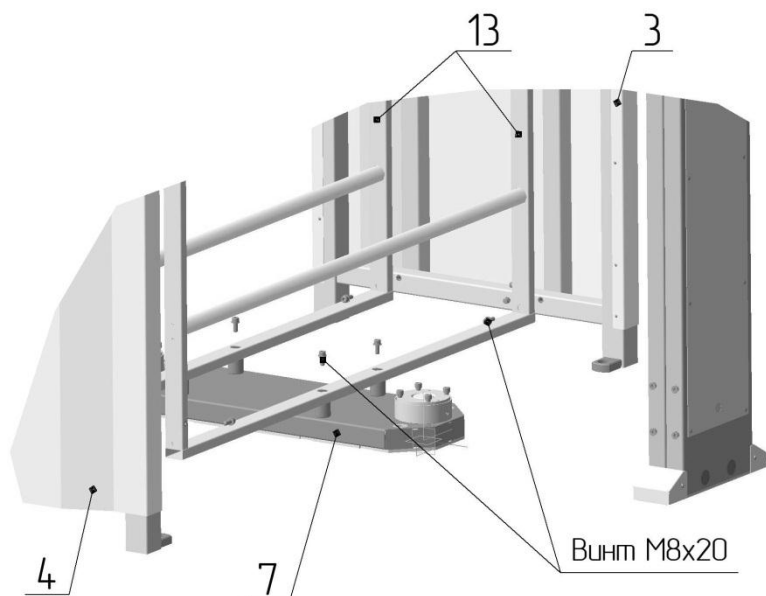

Рис.3
- к вертикальным стойкам лицевых панелей с внутренней стороны установите нижние стяжки **13** и закрепите винтами М8 к панелям и к плоскости напольной плиты **7** (рис.3);